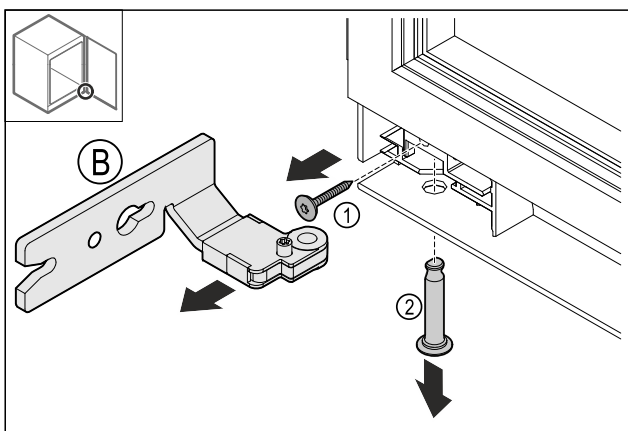

Fig. 15
- ▶ Odstraňte šroub Fig. 15 (1).
- ▶ Odstraňte čep Fig. 15 (2).
- ▶ Odstraňte závěs Fig. 15 (B).